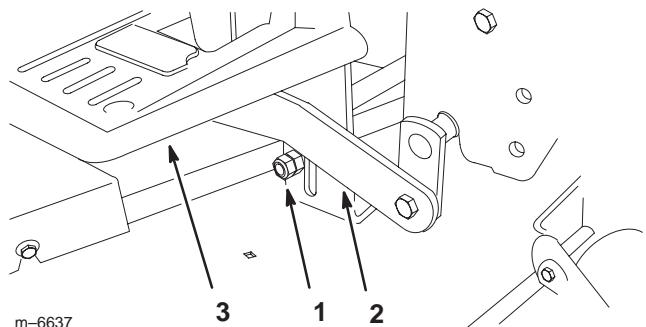
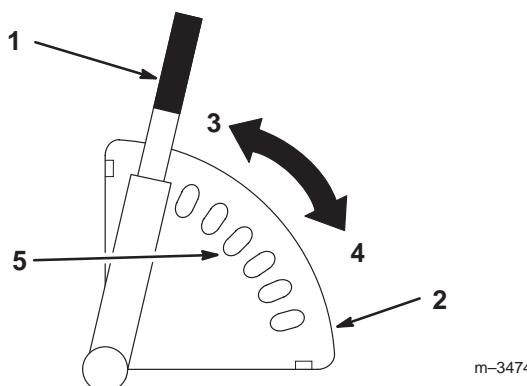

Bild 16
Bild 22
1. Stellen Sie die höchste Schnithöhe am Mähwerk ein (Bild 22) und prüfen Sie, ob die Transporthöhenanschläge die Unterseite der Auswurfbalken berührt (Bild 16).
2. Lösen und stellen Sie die Transporthöhenanschläge ggf. ein, sodass sie gerade die Unterseite der Auswurfbalken berühren (Bild 16).
- Sollte eine Stoßstange die Fußstütze nicht berühren, stellen Sie den entsprechenden Transporthöhenanschlag ein (Bild 16).
3. Ziehen Sie den Schnitthöhenhebel heraus, um ihn aus der Schere auszukuppeln (Bild 22).
4. Stellen Sie die gewünschte Schnitthöhe ein (Bild 22).
5. Lassen Sie den Hebel nach innen springen, um ihn in der Schere zu arretieren (Bild 22).